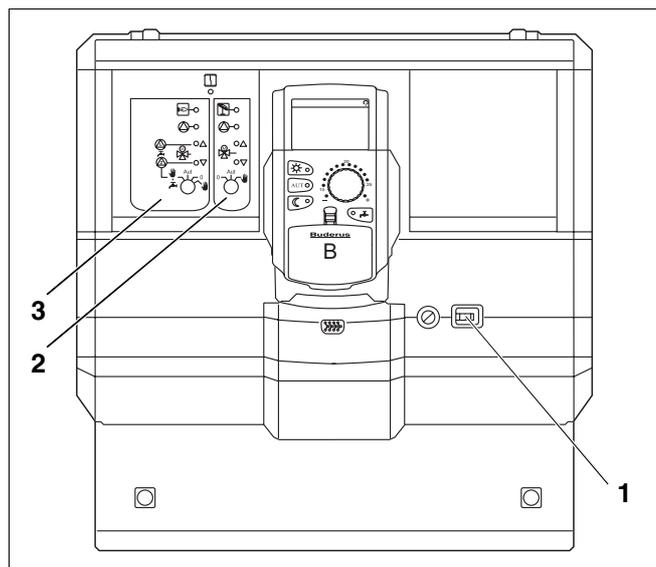

Abb. 16 Logamatic 4121
- Regelgerät am Betriebsschalter (Abb. 16, **Pos. 1**) einschalten.
- Heizkreis 1 (ggf. + Warmwasser) (Abb. 16, **Pos. 3**) am Wahlschalter  auf Hand  bzw.  stellen.
- Heizkreis (Abb. 16, **Pos. 2**) am Wahlschalter  auf Hand  stellen.